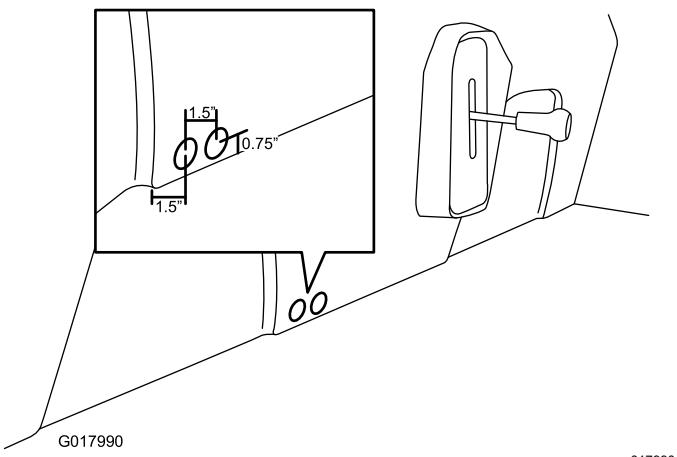

Рисунок 31
- Отметьте и просверлите 2 отверстия в основании сиденья, используя цилиндрическую пилу диаметром 1 дюйм, как показано на Рисунок 31.